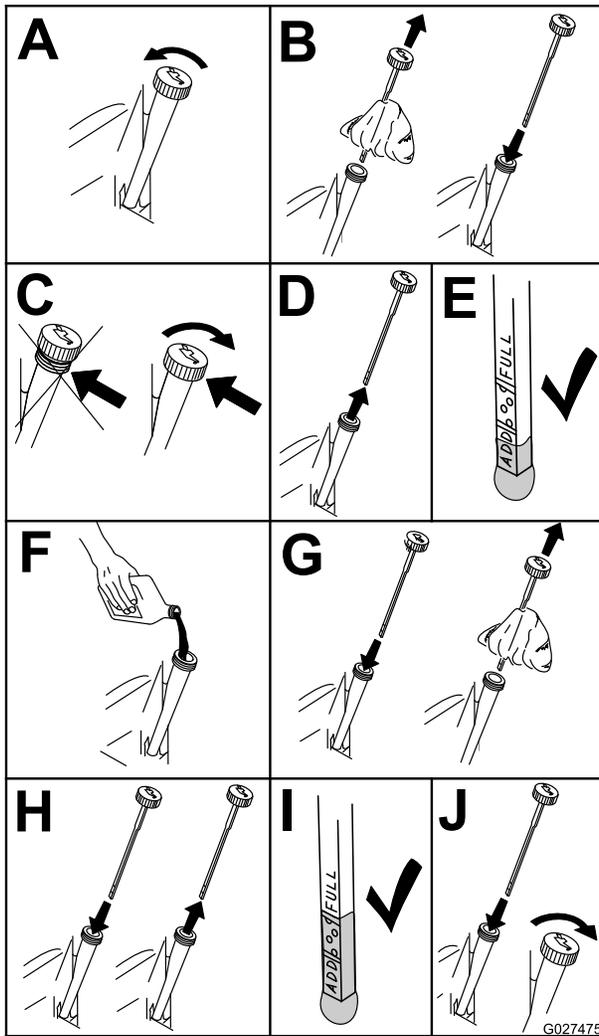

Figure 44
4. Contrôlez le niveau d'huile moteur (Figure 44).